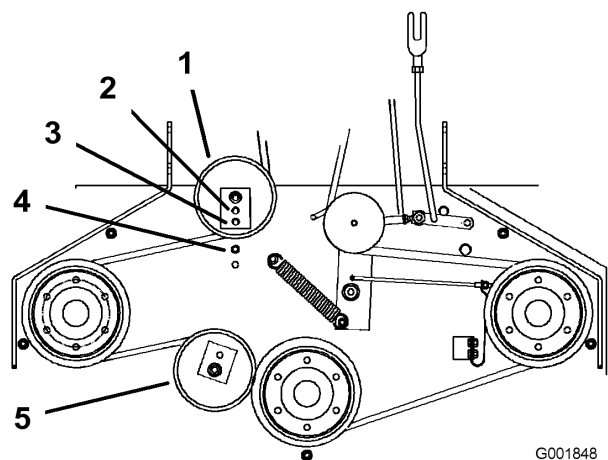

Figura 40
(Figura 40). Utilice el taladro que permita un ajuste correcto.
7. Cuando se cambia de posición la polea tensora, será necesario cambiar también la guía de la correa. Mueva la guía de la correa a la posición delantera (Figura 40).